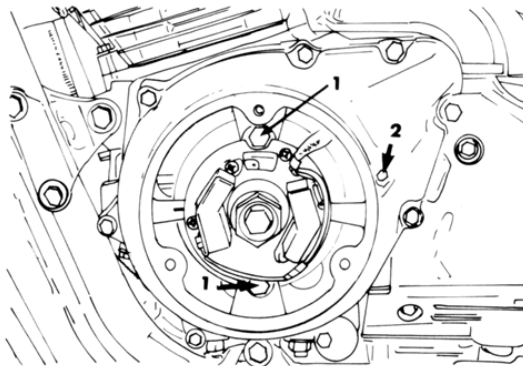

Bild 174
- Die beiden Impulsgeber-Grundplattenschrauben («1» in Bild 174) lösen.
- Die linke Kurbelgehäuseabdeckung («2» in Bild 174) entfernen.